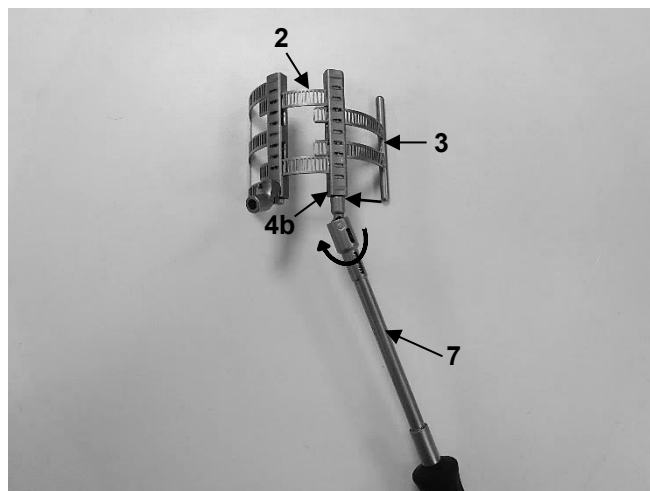

fig. 18
2. Sätt sedan in sekundärelementet (3) i primärelementet (2) och skruva fast det med hjälp av lämplig skruvmejsel (7). För att göra detta vrider du transportmekanismen på primärelementets boxmodul (4b) moturs med hjälp av skruvmejseln (7) (fig. 18).